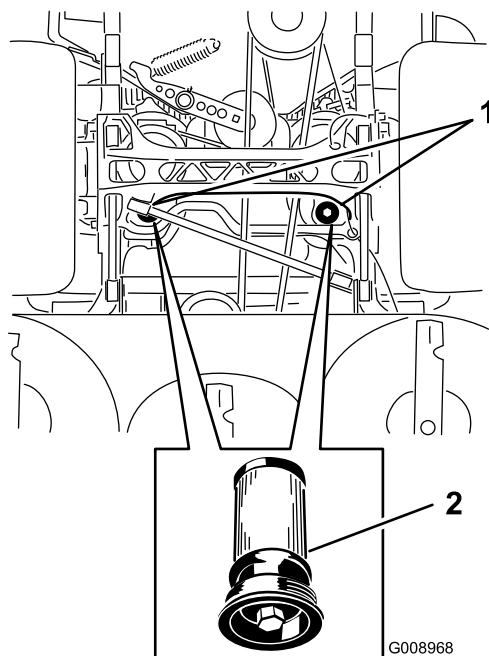

Figura 81
5. Coloque un recipiente debajo del filtro, retire el filtro usado y limpie la superficie (Figura 81).
6. Aplique una capa fina de aceite hidráulico a la junta de goma del filtro nuevo (Figura 81).